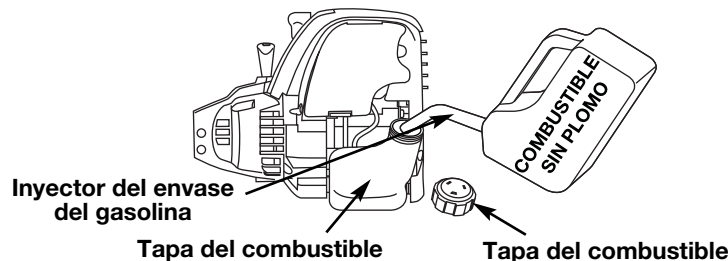

Fig. 6
- Saque la tapa de la gasolina (Fig. 6).
- Coloque el pico del recipiente de gasolina en el orificio de llenado del tanque de gasolina (Fig. 6) y llene el tanque.